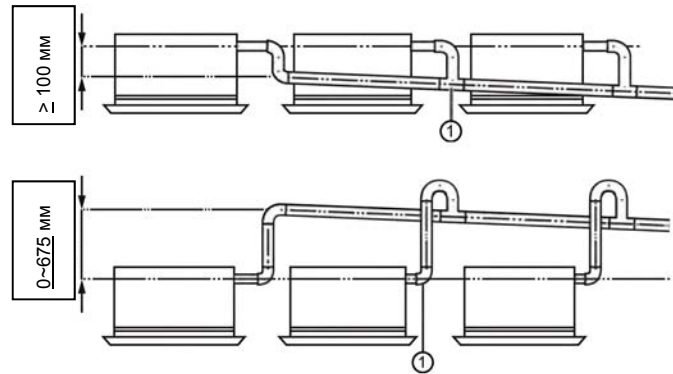

Рис.4.3.2.1
- (1) Труба отвода конденсата должна иметь такой же или больший диаметр, чем соединительные трубы (труба из ПВХ, внешний диаметр 25 мм, толщина $\geq 1,5$ мм).
- (2) Сливная труба должна быть короткой и наклонной вниз с уклоном не менее 1% для предотвращения образования пузырьков воздуха.
- (3) Вставьте сливной шланг в сливной патрубков и надежно затяните металлический зажим.
- (4) Наденьте уплотнительную прокладку и металлический зажим на сливной шланг для теплоизоляции.
- (5) Обязательно выполните изоляционные работы для всех дренажных отверстий в помещении, чтобы предотвратить возможное образование водяных капель из-за конденсации росы.
- (6) Подбирайте диаметр для нисходящей трубы отвода конденсата в соответствии с рабочей мощностью агрегата, как показано на Рис.4.3.2.1.